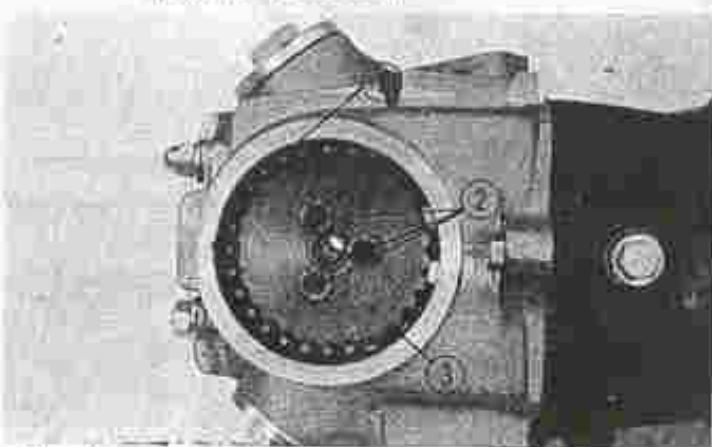

Fig. 28 ① Nokkenasketting
- 3) Verwijder de bouten en het tandwiel van de nokkenas. (Fig. 28)